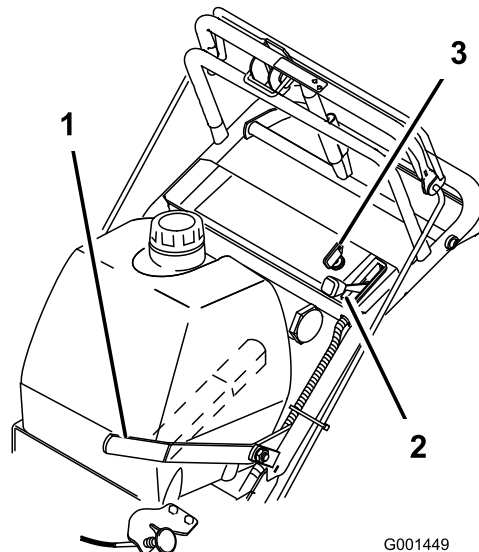

Figure 8
5. Tournez la clé de contact à la position **marche** (Figure 8).
8. Sortez le starter si le moteur est froid (Figure 8).
1. Placez la manette d'accélérateur en position **bas régime** (Figure 8).
3. **Coupez le contact** (Figure 8).